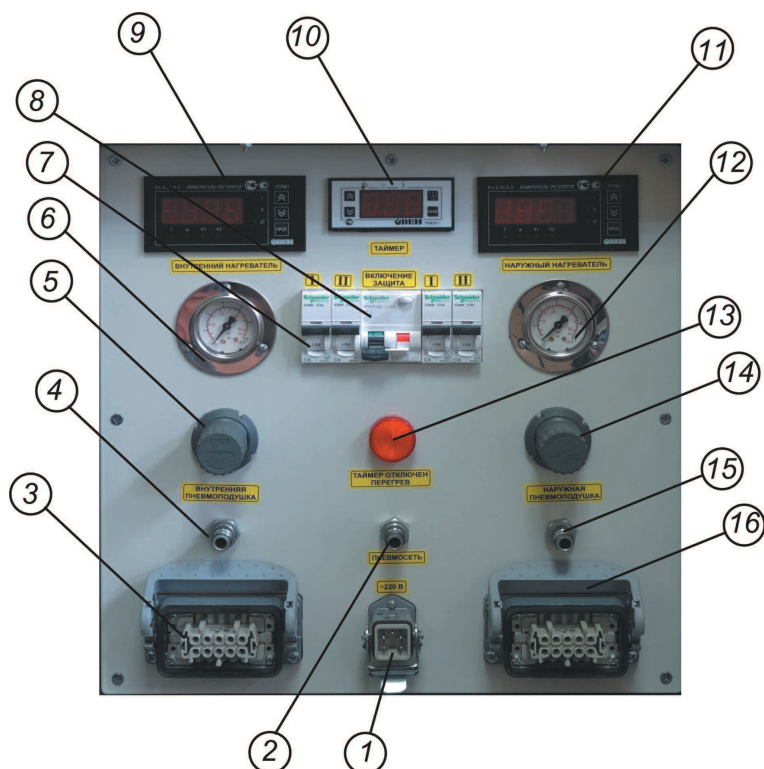

рис. 7
6.23 Включить дифференциальный автомат "ПИТАНИЕ" (см. Рис. 7), при этом загорится сигнальная лампа "ТАЙМЕР ОТКЛЮЧЕН; ПЕРЕГРЕВ". "АВТОМАТ ЗАЩИТЫ НАРУЖНОГО НАГРЕВАТЕЛЯ" и "АВТОМАТ ЗАЩИТЫ ВНУТРЕННЕГО НАГРЕВАТЕЛЯ" должны быть включены.